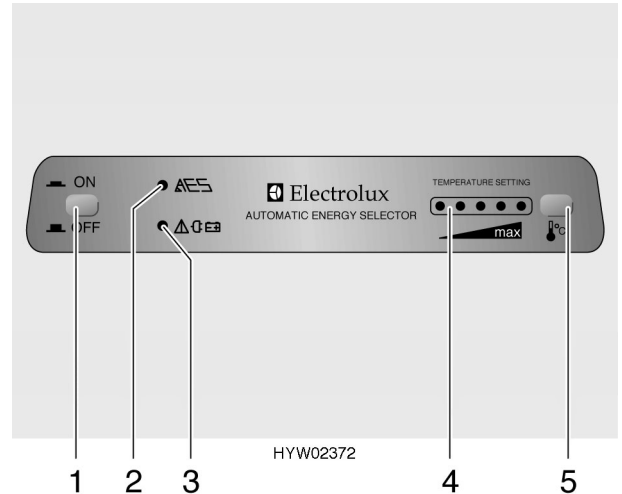

Bild 116 Bedienelemente für Kühlschrank mit AES
Ist die 230-V-Versorgung nicht angeschlossen und ist der Fahrzeugmotor ausgeschaltet, wählt das AES die Gasversorgung. Beim Anwählen des Gasbetriebs wird die Züandsicherung automatisch geöffnet, so dass Gas zum Brenner strömen kann. Gleichzeitig wird der elektronische Zünder eingeschaltet. Erlischt die Gasflamme, z. B. durch einen Luftzug, wird der Zünder sofort aktiviert und zündet das Gas wieder an. Bei Störung im Gasbetrieb blinkt die Kontroll-Leuchte (Bild 116,2) rot.
- ▲ Im Tankstellenbereich ist das Betreiben offener Flammen verboten. Falls der Aufenthalt länger als 15 Minuten dauert, muss der Kühlschrank am Druckschalter (Bild 116,1) ausgeschaltet werden.
Im elektrischen Betrieb wird die elektrische Spannung ständig vom AES überwacht. Ist sie über einen bestimmten Zeitraum zu niedrig, schaltet das AES automatisch auf Gasbetrieb um. Die Kontroll-Leuchte (Bild 116,3) leuchtet. Das AES bleibt so lange in dieser Betriebsart, bis die elektrische Spannung wieder dem Normalwert entspricht.
Nach dem Einschalten wählt der Kühlschrank automatisch die mittlere Thermostateinstellung. Diese Einstellung kann manuell mit der Taste (Bild 116,5) nachgeregelt werden. Die Leuchtdioden (Bild 116,4) zeigen die gewählte Thermostateinstellung an. Mit der Taste wird die Kühltemperatur für alle drei Energiearten eingestellt. Es dauert einige Stunden, bis der Kühlschrank die normale Betriebstemperatur erreicht hat. Beim Umschalten der Betriebsart wird die Thermostateinstellung beibehalten. Die Kühltemperatur wird unabhängig von der Energieart beibehalten.
- Druckschalter (Bild 116,1) drücken. Kontroll-Leuchte (Bild 116,2) leuchtet grün.
- Kühltemperatur mit der Taste (Bild 116,5) einstellen. Die Leuchtdioden (Bild 116,4) zeigen die gewählte Thermostateinstellung.
Bei Störung im Gasbetrieb blinkt die Kontroll-Leuchte (Bild 116,2) rot.
- Druckschalter (Bild 116,1) drücken. Kontroll-Leuchte (Bild 116,2) leuchtet nicht mehr.